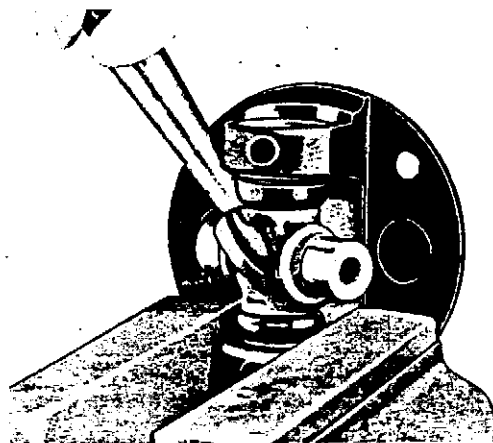

Abb. 14 Vortreiben des Nadelkäfigs, Ausf. III
6. Danach die flanschseitige Gelenkgabel (oder Gelenkstummel) mit einem Schäkel in den Schraubstock spannen, siehe Abb. 14, und die Nadelkäfige entspr. Pos. 3 auf entsprechende Weise in der Gabel vortreiben.